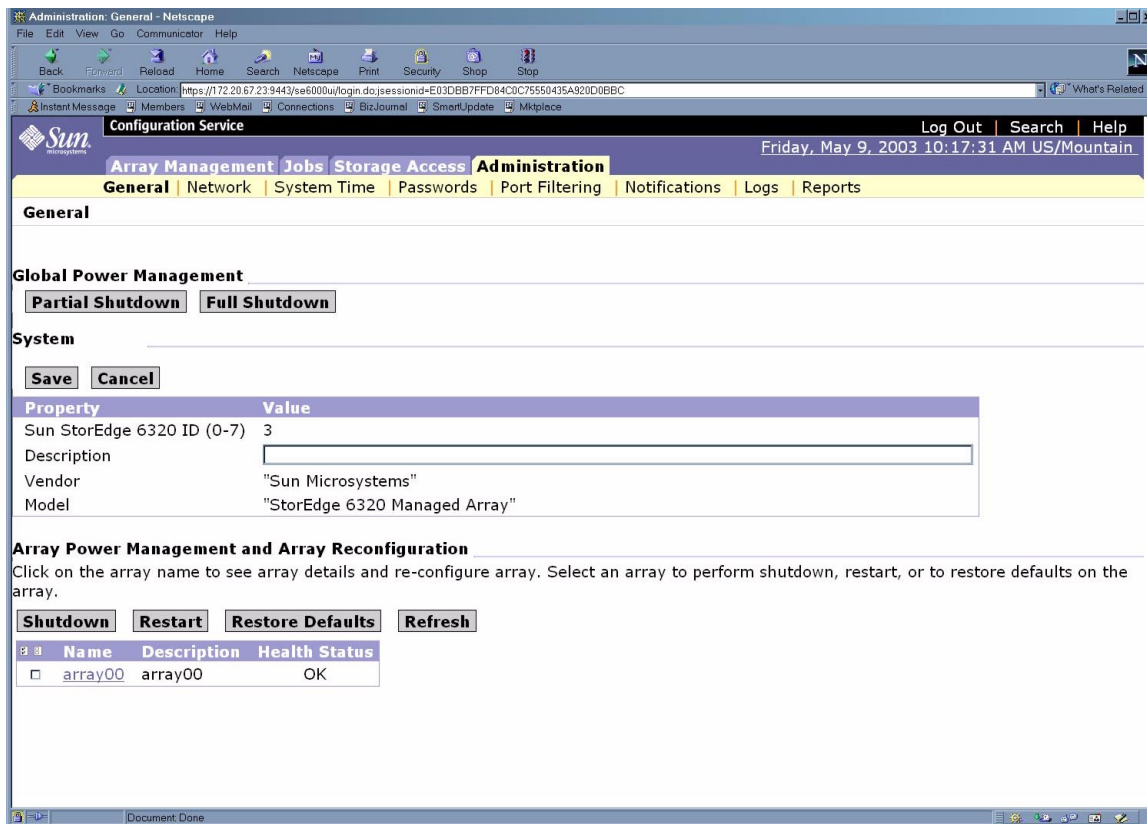

図 B-9 「管理一般」ウィンドウでの「部分停止」の選択
3. 図 B-9 に示すように「部分停止」をクリックします。